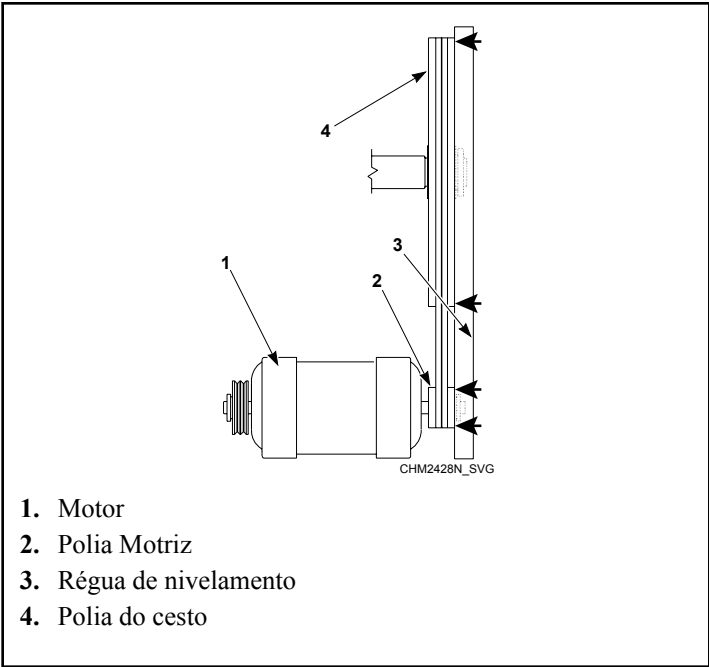

Figura 24
- b. Para sistemas de acionamento com polia ranhurada, verifique o alinhamento colocando uma régua entre as faces das duas polias. A régua de nivelamento deve estabelecer contato com as polias em quatro pontos. Consulte a *Figura 24*. Depois de fazer os ajustes necessários, aperte a contraporca de tensionamento da mola superior para 20.6 ± 2 pé.lbs.